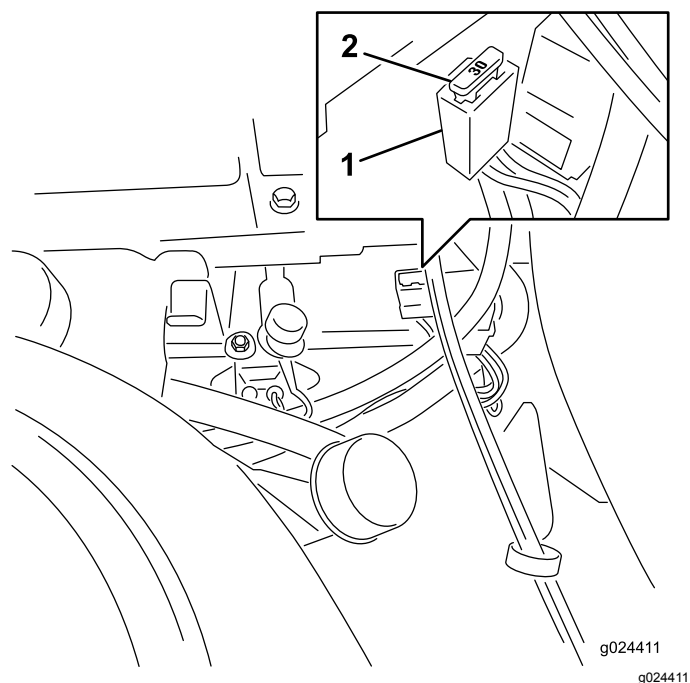

Figura 55
Nota: Os fusíveis encontram-se no lado direito da consola perto do banco (Figura 55).
4. Alinhe o novo fusível com a ranhura no bloco de fusíveis (Figura 55).